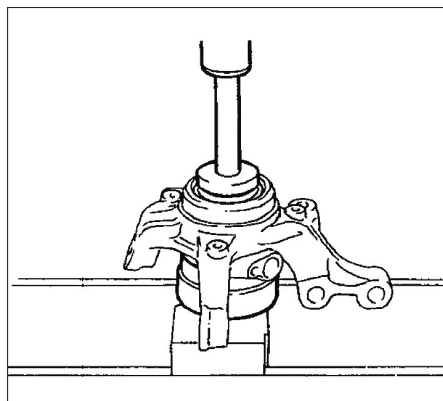

FIG. 16
- À l'aide d'une presse et d'un mandrin de diamètre approprié, extraire le roulement du pivot en prenant appui sur la bague intérieure (fig. 16).